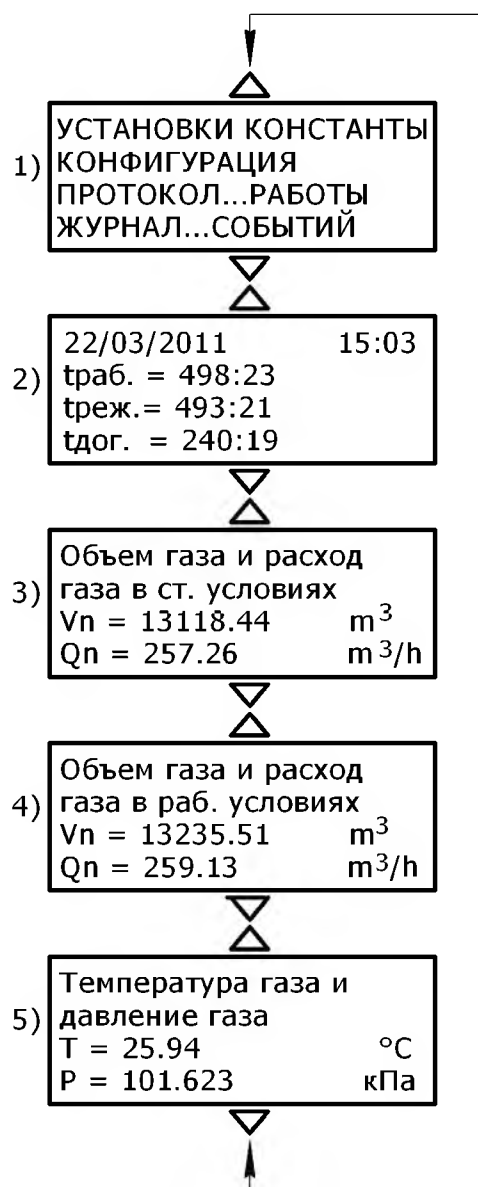

Рисунок 1
Вся информация о работе вычислителя организована в виде системы сообщений и меню, отображаемых на дисплее вычислителя. Просмотр сообщений осуществляется клавишами «▲» (вверх) и «▼» (вниз), для входа в меню используется клавиша «Е» (вход). Клавиша «R» (возврат) используется для выхода из меню, а также для перехода к индикации текущей даты и времени (поз. 2 рисунок 1).
Все сообщения (рисунок 1) состоят из пяти основных частей:
- меню (поз. 1 рисунок 1);
- текущая дата и время работы счётчика (поз. 2 рисунок 1);
- накопленный объем газа за текущий отчетный период и расход газа в СУ (поз. 3 рисунок 1);
- накопленный объем газа за текущий отчетный период и расход газа в рабочих условиях (поз. 4 рисунок 1);
- текущие температура и давление газа в газопроводе (поз. 5 рисунок 1).
Текущая дата и время (поз. 2 рисунок 1) являются первым сообщением, которое появляется на дисплее после тестирования вычислителя при включении питания. Данное сообщение можно получить последовательным нажатием клавиши «R», находясь в любом меню и при индикации любого сообщения.
Объем газа в СУ (поз. 3 рисунок 1) индицируется с начала отчетного периода. Объем и расход газа, приведенные к СУ, индицируются с символом «**n (Vn, Qn)**».
Объем газа в рабочих условиях (поз.4 рисунок 1) индицируется с начала отчетного периода. По достижении даты отчетного периода накопленный объем газа записывается в месячный архив, а индицируемое на дисплее значение объема обнуляется. Дату отчетного периода можно изменить в меню «УСТАНОВКИ».
Расход газа в рабочих условиях (поз. 4 рисунок 1) индицируется по данным датчика МД. При выходе расхода газа за пределы Q_{\min} , Q_{\max} значение расхода будет индицироваться в мигающем режиме и будет установлен признак аварийной ситуации в журнале событий («нарушение диапазона расхода газа Q ») (см. 2.3.5).
Температура газа (поз. 5 рисунок 1) индицируется по данным датчика МД. При выходе температуры газа за пределы T_{\min} , T_{\max} значение температуры будет индицироваться в мигающем режиме и будет установлен признак аварийной ситуации в журнале событий «нарушение температурного диапазона T » (см. 2.3.5).
Давление газа (поз. 5 рисунок 1) индицируется по данным датчика МД. При выходе давления газа за пределы P_{\min} , P_{\max} значение давления будет индицироваться в мигающем режиме и будет установлен признак аварийной ситуации в журнале событий «нарушение диапазона давления P » (см. 2.3.5).
Управление сервисными функциями осуществляется с помощью системы меню: «УСТАНОВКИ», «КОНСТАНТЫ», «ПРОТОКОЛ РАБОТЫ», «ЖУРНАЛ СОБЫТИЙ» (поз. 1 рисунок 1).